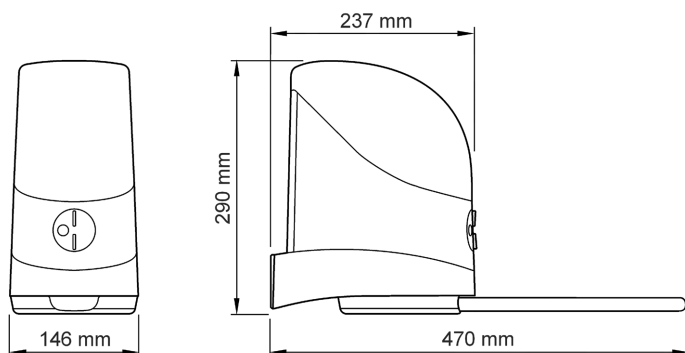

Figure 9
- Vérifier les limites d'encombrement en se référant à la Figure 9.